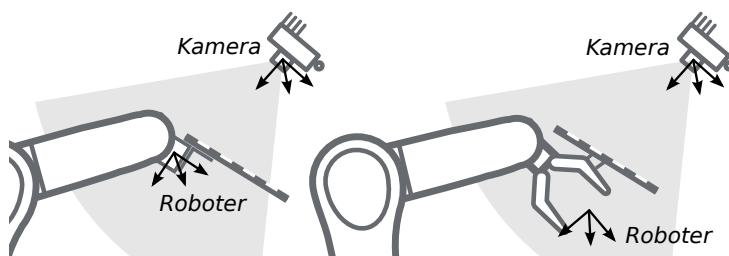

Abb. 6.23: Alternative Montageoptionen für die Befestigung des Kalibriermusters am Roboter
6.22 und Abb. 6.23 angegeben, angebracht werden.
Bemerkung: Für das Modul zur Hand-Auge-Kalibrierung spielt es keine Rolle, wie das Kalibriermuster in Bezug auf das benutzerdefinierte Roboter-Koordinatensystem genau angebracht und positioniert wird. Das bedeutet, dass die relative Positionierung des Kalibermusters zu diesem Koordinatensystem weder bekannt sein muss, noch für die Kalibrierroutine relevant ist (siehe in Abb. 6.23).